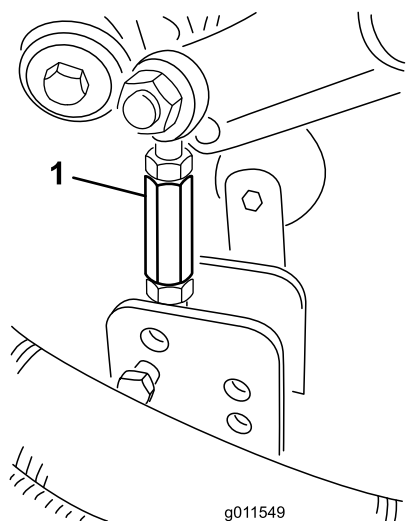
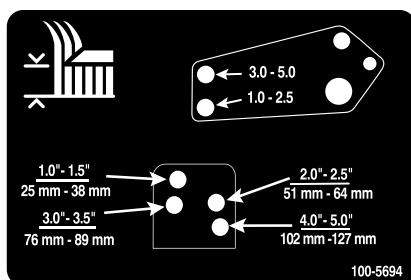

Figura 26
Figura 27
8. Togliete le coppiglie ed i perni con testa che fissano le connessioni dell'ammortizzatore alle staffe dell'apparato di taglio (Figura 26). Allineate i fori dei tiranti di smorzamento con i fori della staffa per l'altezza di taglio desiderata sul telaio dell'apparato di taglio (Figura 27), inserite i perni con testa e montate le coppiglie.